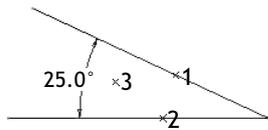
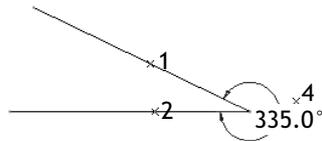

图 2.8.6 两条直线间角度的标注——锐角
图 2.8.7 两条直线间角度的标注——钝角
Step 2 分别单击位置 1 和位置 2 以选取两条直线；中键单击位置 3 放置尺寸（锐角，如图 2.8.6 所示），或中键单击位置 4 放置尺寸（钝角，如图 2.8.7 所示）。